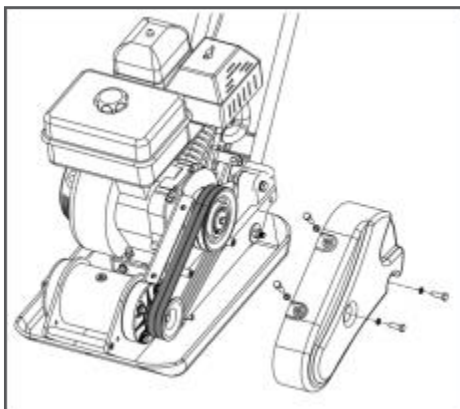

Рис.6
**ПРИМЕЧАНИЕ!** На новой виброплите или после установки новых ремней проверьте состояние и натяжение ремней после первых 25 часов работы. Далее, ремни привода вибратора необходимо проверять через каждые 50 часов работы. Проверка клиновых ремней (Рис.6):